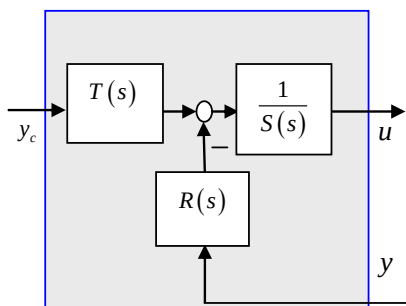

Figure 2 : R,S,T - schéma conceptuel
En accord avec le cours³, le correcteur considéré ici est du type « R, S, T » (figure 2), et sera conçu par la méthode de placement de pôles robuste.
4. Démontrer l'équivalence entre les schémas des figures 2 et 3 (en régime linéaire).